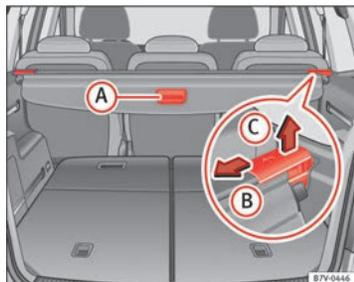

Fig. 91 Dans le coffre à bagages : plage arrière du coffre à bagages.
- Tirez légèrement vers l'arrière sur la plage arrière ⇒ fig. 91 **A**.
- Appuyez sur la plage arrière dans le sens de la flèche ⇒ fig. 91 **B**.